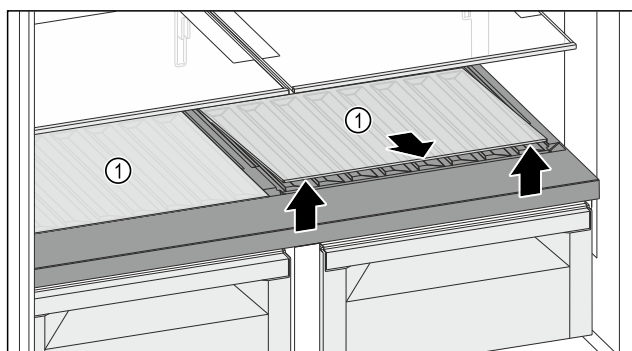

Fig. 129
- Повдигнете една или и двете стъклени плочи Fig. 129 (1) при прореза отпред и извадете.
- Съхранявайте стъклената(ите) плоча(и) Fig. 129 (1) на сигурно място извън уреда.